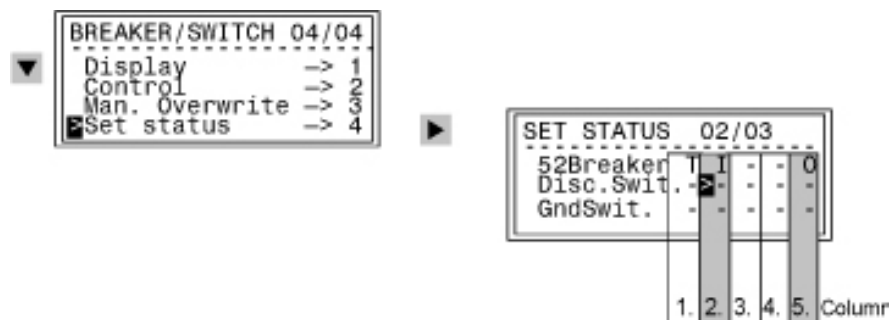

Рисунок 7-51 Установка Состояния через Переднюю Панель
При помощи клавиши **↓** выберите **Set Status**, и войдите в подменю **SET STATUS**, нажав клавишу **→**, как показано на Рис. 7-51.
В примере на Рис. 7-51 силовой выключатель (52) был отмечен (T) после того, как было установлено Игнорирование Входа (I), т.е. входной сигнал отсоединен. Выходная Блокировка введена (O), так что выходные команды также отсоединены. Для разъединителя и заземлителя никакие блокировки не введены.